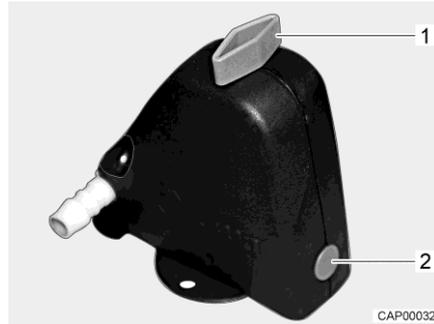
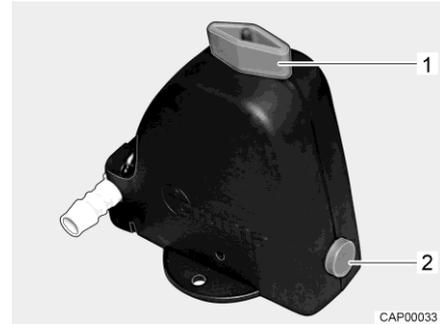

Bild 98 Sicherheits-/Ablassventil geschlossen
Bild 99 Sicherheits-/Ablassventil geöffnet
- Sicherheits-/Ablassventil (Bild 98) öffnen. Dazu Drehknopf (Bild 98,1) längs zum Sicherheits-/Ablassventil drehen. Der Druckknopf (Bild 98,2) springt heraus. Das geöffnete Sicherheits-/Ablassventil ist in Bild 99 dargestellt.